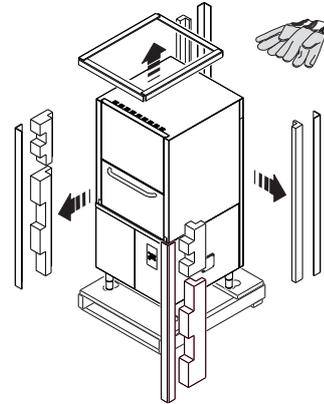

Abbildung 5 Entfernen der Verpackung
- Handschuhe anziehen und die Verpackung entfernen (Abbildung 5).